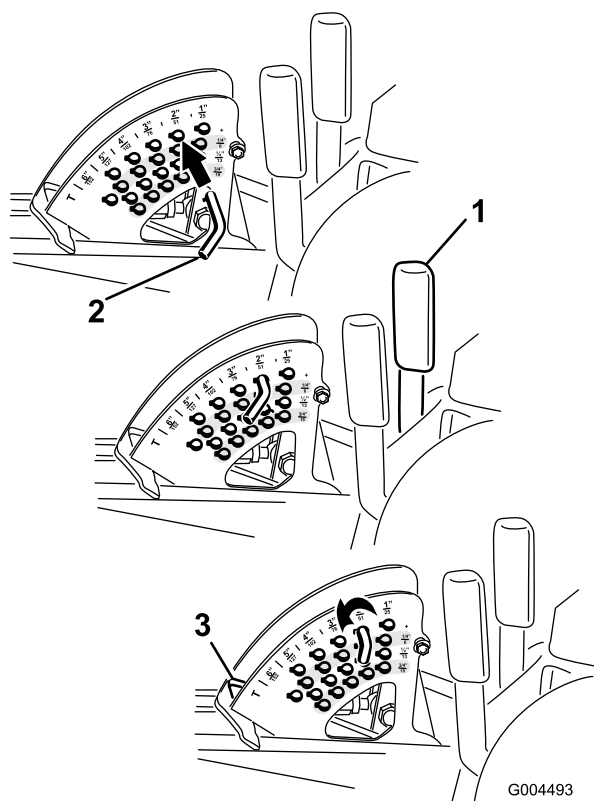

Figura 21
Nota: Per bloccare il piatto di taglio in posizione sollevata, sollevatelo oltre la posizione di 15 cm, togliete la spina di fermo dell'altezza di taglio (vedere Regolazione dell'altezza di taglio) e inseritela nella posizione dell'altezza di taglio di 15 cm (Figura 21).
1. A motore acceso, tirate indietro la leva di sollevamento del piatto di taglio fino a sollevarlo completamente, e **rilasciate immediatamente la leva** (Figura 21).
2. Per regolare, girate la spina di arresto fin quando la spina interna non è allineata con gli intagli previsti nei fori della staffa dell'altezza di taglio, e toglitela (Figura 21).
3. Nella staffa dell'altezza di taglio scegliete un foro corrispondente all'altezza di taglio richiesta, inserite la spina e bloccatela per mantenere questa posizione (Figura 21).
Nota: Vi sono quattro file di fori di posizionamento (Figura 21). La fila superiore fornisce l'altezza di taglio elencata sopra la spina. La seconda fila fornisce l'altezza elencata più 6 mm. La terza fila fornisce l'altezza elencata più 12 mm. La fila inferiore fornisce l'altezza elencata più 18 mm. La posizione di 15,8 cm ha un solo foro, situato nella seconda fila, che non aggiunge 6 mm alla posizione di 15,8 cm.